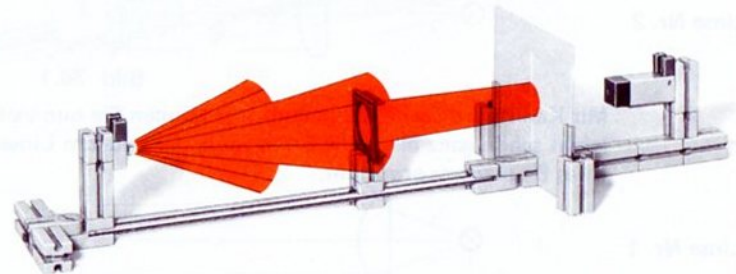

Bild 37.2
**Optische Bank** Dazu bauen Sie die Versuchsanordnung nach Bild 37.2. Zwischen Kugellampe und Fotowiderstand befindet sich eine Linse. Wählen Sie für den ersten Versuch die Linse mit der Nr. 2. Sie ist die dünnere der beiden Linsen Ihres Baukastens. Unsere Versuchsanordnung ist eine kleine „optische Bank“. Die 3 darauf befestigten Elemente sitzen genau in der „optischen Achse“ des Systems. Zwei von den 3 Elementen, nämlich die Linse und der Fotowiderstand, sind längs der optischen Achse verschiebbar. Den Fotowiderstand schalten Sie an „E“ und „-“ Ihres Relaisbausteins. Über  $a_1 - a_3$  schalten Sie eine Signallampe an das Netzgerät.